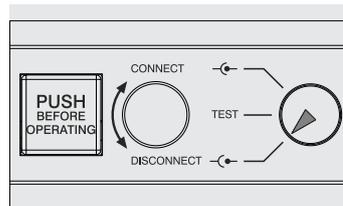

Figura 101
- interruttore in posizione di estratto (vedi Figura 101)